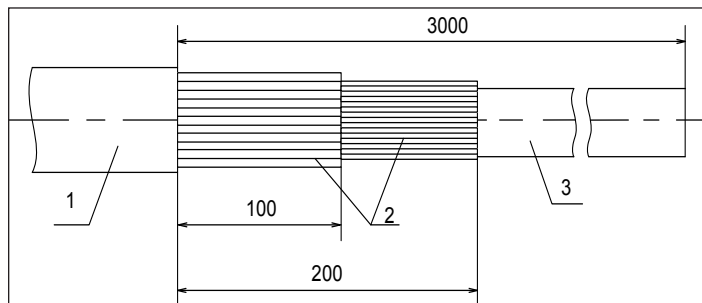

Рисунок 4.9 Схема разделки ОК с бронепокровом из двух повивов стальных оцинкованных проволок
4.2.3 Произвести разделку ОК с бронепокровом из двух повивов стальных оцинкованных проволок специальными инструментами в соответствии с принятой технологией и рис. 4.9.